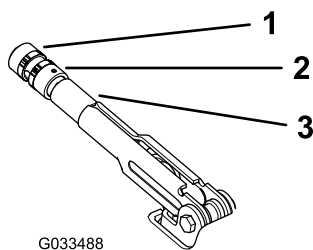

Figura 57
2. Slăbii urubul care fixează butonul pe maneta frânei de parcare (Figura 57).
3. Rotii butonul (Figura 57) până când maneta va putea fi acionată cu o foră de 20 – 22 kgf.
4. După finalizare, strângeți urubul de fixare (Figura 57).